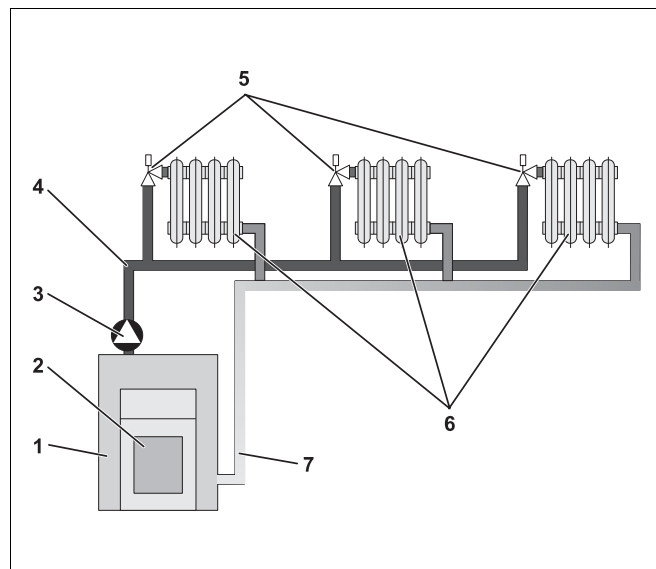

Fig. 1 Schéma chauffage par pompes
La figure 1 représente le circuit de chauffage d'une installation équipée de pompes. Le brûleur (2) réchauffe l'eau dans la chaudière (1). Cette dernière est pompée par la pompe (3), par la conduite de départ (4) vers les radiateurs (6). Elle circule par les radiateurs en dégageant une partie de sa chaleur. Par la conduite de retour (7) l'eau de chauffe retourne dans la chaudière, puis le cycle de réchauffage recommence.
Un circuit de chauffage décrit le circuit effectué par l'eau de chauffe depuis la chaudière par les radiateurs et retour (Fig. 1, page 7). Un circuit de chauffage simple comprend le générateur de chaleur, la conduite de départ, le radiateur et la conduite de retour. La circulation de l'eau de chauffe est effectuée par une pompe installée dans la conduite de départ.